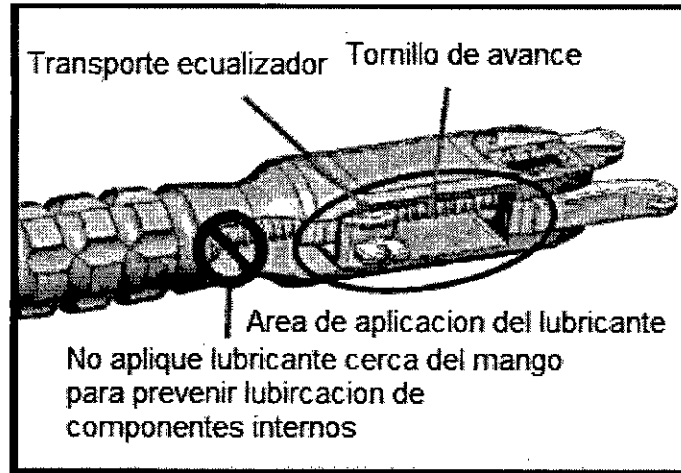

Figura 1: Aplicación del lubricante tensor
- Tenga cuidado al sostener el instrumento tensor sobre o cerca de la lanzadera del ecualizador (vea la Figura 1), mientras que el alambre está bajo tensión. El brazo del ecualizador puede repentinamente producir la rotura del hilo o alambre, debido a que fue incorrectamente manipulado.
- Para los puentes expuestos y roscas del tornillo (Figura 1), inundar las grietas con grandes cantidades de soluciones de limpieza para eliminar la suciedad. Frote los instrumentos con un cepillo para eliminar toda la suciedad visible de la superficie y grietas.